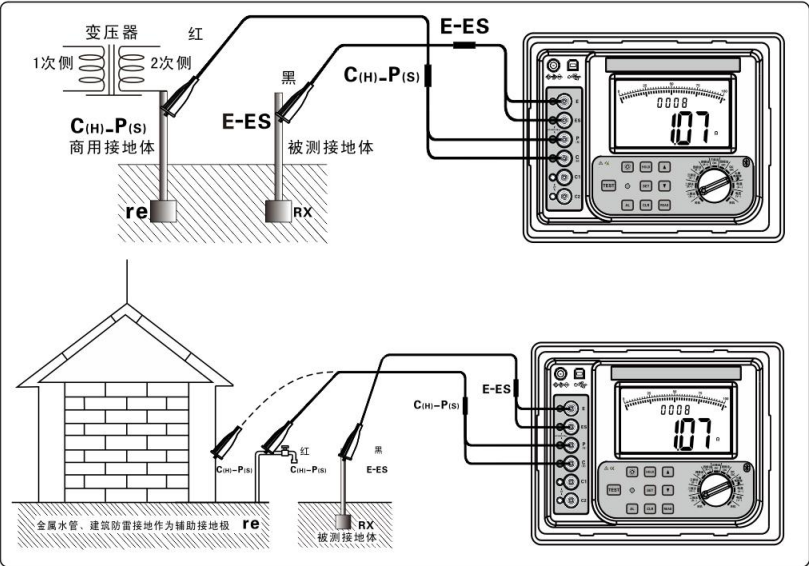

图 6（二线简易测试接地电阻示意图）
二线测试：此方法是不使用辅助接地棒的简易测量法，利用现有的接地电阻值最小的接地极作为辅助接地极，使用 2 条简易测试线连接(即 C(H)-P(S) 接口短接、E-ES 接口短接)。可以利用金属水管、消防栓等金属埋设物、商用电力系统的共同接地或建筑物的防雷接地极等来代替辅助接地棒 C(H)、P(S)，测量时注意去除所选金属辅助接地体连接点的氧化层。接线如图 6，仪表操作同四线测试。